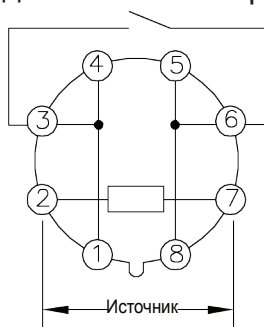

Рис. 8. Схема проводных соединений KG10M
6.2.2 Метод проводного монтажа для KG10M: см. рис. 8